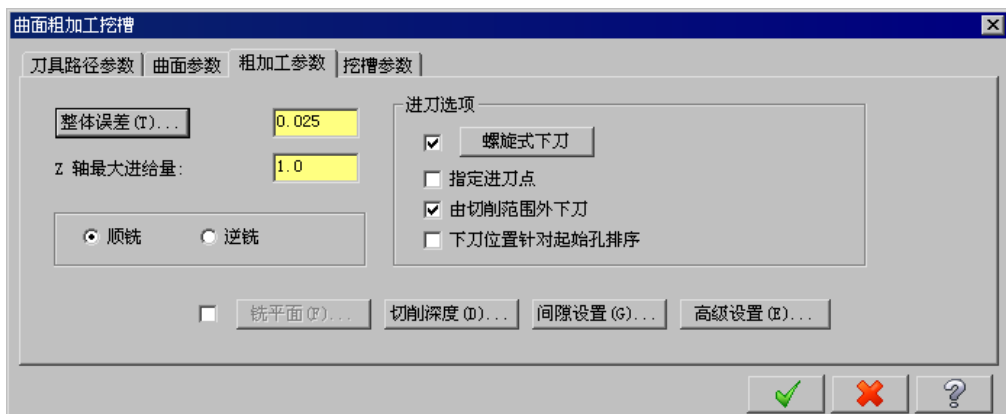

图 17.8 “粗加工参数”选项卡
Step8. 设置粗加工参数。在“曲面粗加工挖槽”对话框中单击 **粗加工参数** 选项卡, 设置图 17.8 所示的参数。